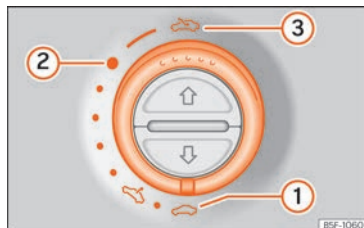

**Fig. 110** En el revestimiento interior del techo: gire el conmutador para abrir y cerrar.
- Abrir: gire el conmutador hacia la posición » fig. 110 ③.
- Posición de confort: gire el conmutador hacia la posición » fig. 110 ②.
- Cerrar: gire el conmutador hacia la posición » fig. 110 ①.
- El conmutador » » » **fig. 110** debe estar en la posición de "cerrado" **①**.